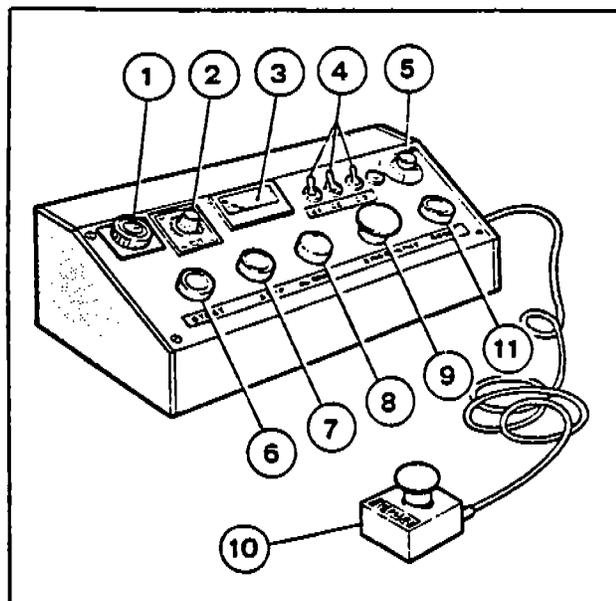

Fig. 36
Position the control stand (Fig. 36) in the area where the operator should stand. Position also the emergency stop push button in an area easy to reach by the foot of the operator.
- a) Portare il pannello (Fig. 36) comandi in posizione tale da essere facilmente accessibile al manovratore.
a) Controllare che il pulsante (10-Fig. 36) «RESET» sia illuminato, in caso contrario, sbloccare i pulsanti (9-10-Fig. 36) «EMERGENCY» ruotandoli in senso orario, vedi freccia.
b) Premere brevemente il pulsante (8-Fig: 36) «ALLARM» per controllare se arriva tensione ai servizi (funzionerà la tromba allarme). In caso contrario vedi capitolo 4.0 - RICERCA GUASTI.
- Twist clockwise to run position the emergency push button (Fig. 36, 9-10) if locked.
- c) Controllare se il freno funziona in automatico: premere il pulsante (6-Fig. 36) «START» e prima che il convoglio si metta in movimento premere il pulsante (9-10-Fig. 36) «EMERGENCY».
Durante questa fase, premendo il pulsante (6-Fig. 36) «START» si devono aprire le ganasce freno e premendo il pulsante (9-10-Fig. 36) «EMERGENCY» si devono chiudere.
Sbloccare poi il pulsante (9-10-Fig. 36) «EMERGENCY» ruotandolo in senso orario (freccia).
- Se la giostra è bloccata, sbloccare il pulsante (9-10-Fig. 36) «EMERGENCY».
- Premere il pulsante (11-Fig. 36) «RESET».
- Ruotare la manopola (5-Fig. 36) «REGOLAZIONE VELOCITA» in posizione di minimo.
- Regolare il temporizzatore di frenata (2-Fig. 36) «TF» a circa 1 secondo.
- Regolare il temporizzatore del giro (1-Fig. 36) «T» a circa 1 minuto.
- Premere il pulsante (6-Fig. 36) «START» e lasciare procedere lentamente il convoglio **VUOTO** fino al completamento del primo giro, portare poi la velocità al massimo ruotando la manopola regolazione velocità (5-Fig. 36).
In base alla posizione di fermata convoglio in stazione (più avanti o più indietro in riferimento alla pedana di accesso al convoglio), regolare il tempo di frenata agendo sull'apposito temporizzatore (2-Fig. 36) «TF».
-  Nella regolazione del freno, tenere presente che il convoglio può andare solo in marcia avanti, pertanto regolare un tempo di frenata più lungo e poi, se necessario, far avanzare il convoglio nella giusta posizione agendo sui pulsanti (6-Fig. 36) «START» e (9-10-Fig. 36) «EMERGENCY».
- c) Regolare il tempo di frenata considerando il carico sul convoglio tramite il temporizzatore (2-Fig. 36) «TF».
- d) Regolare il tempo della corsa tramite il temporizzatore del giro (1-Fig. 36) «T».
- e) Premere il pulsante (8-Fig. 36) «ALLARM» per dare il segnale partenza.
- f) Premere il pulsante (6-Fig. 36) «START» e attendere la fermata automatica in stazione.
- a) Spegner le luci tramite gli interruttori (4-Fig. 36).